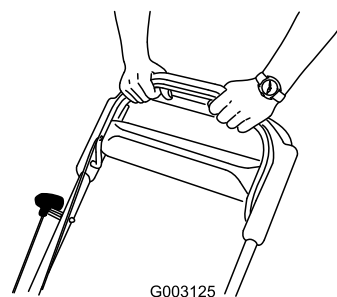

Figura 31
3. Tenete la barra di comando della lama contro la stegola (Figura 31).